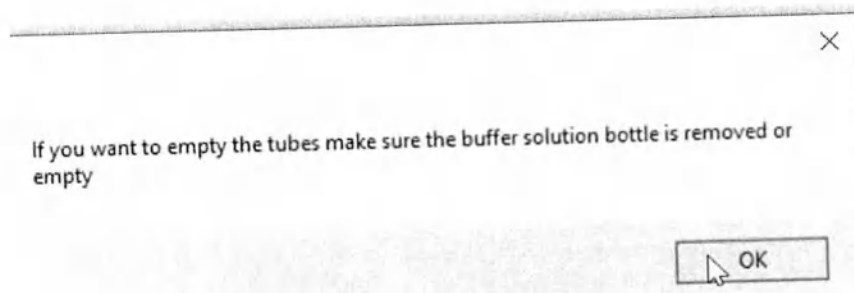
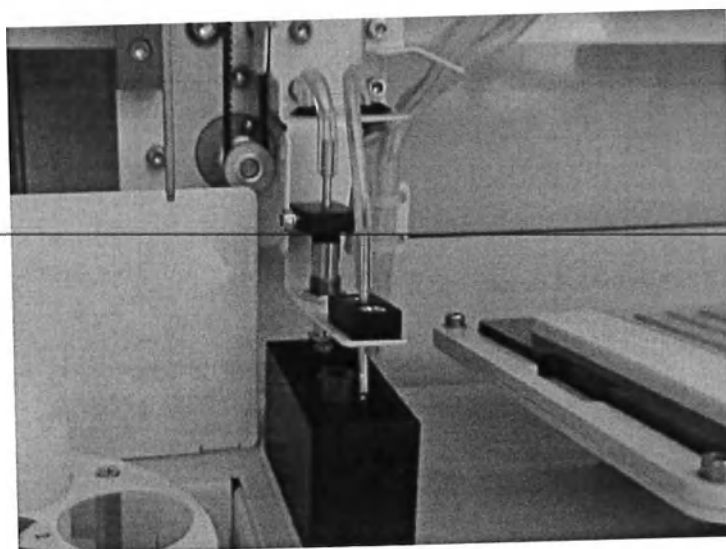

Рисунок 48
Рисунок 49
[Рисунок 48].
9.5.6.5 Если вы нажмете кнопку «ОК» на [Рисунок 48], сопло (форсунка) переместится в исходное положение и начнет всасывать дистиллированную воду [Рисунок 49].